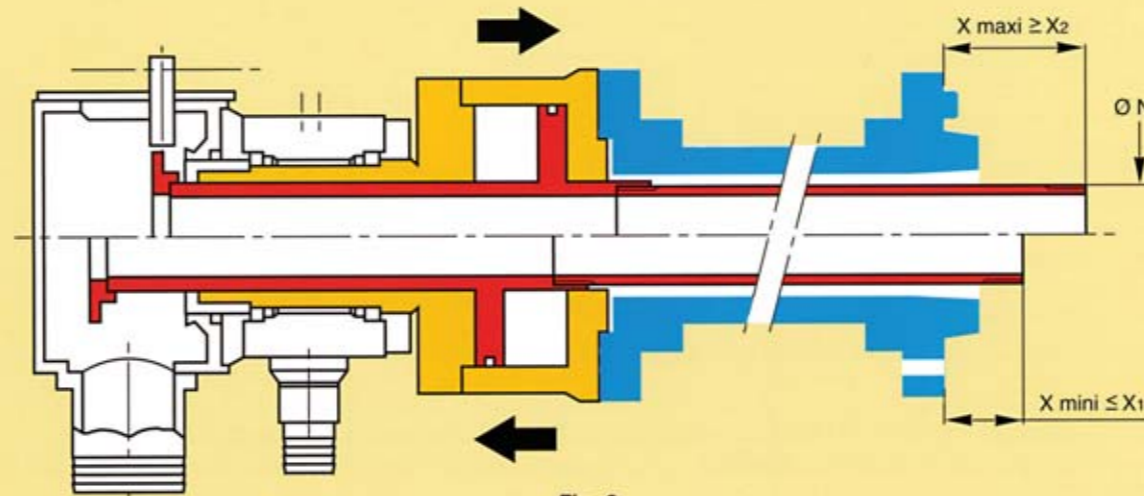

Fig. 6
- Vérifier les cotes X maxi et X mini (Fig. 6 et tableau P5).
- Check dimensions X max. and X min. (Fig. 6 and table p5).
- Maße X max und X min lt. Bild 6 und Tabelle 5 prüfen.
- Verificar las cotas X máximas y X mínimas (Fig. 6 y cuadro P5).